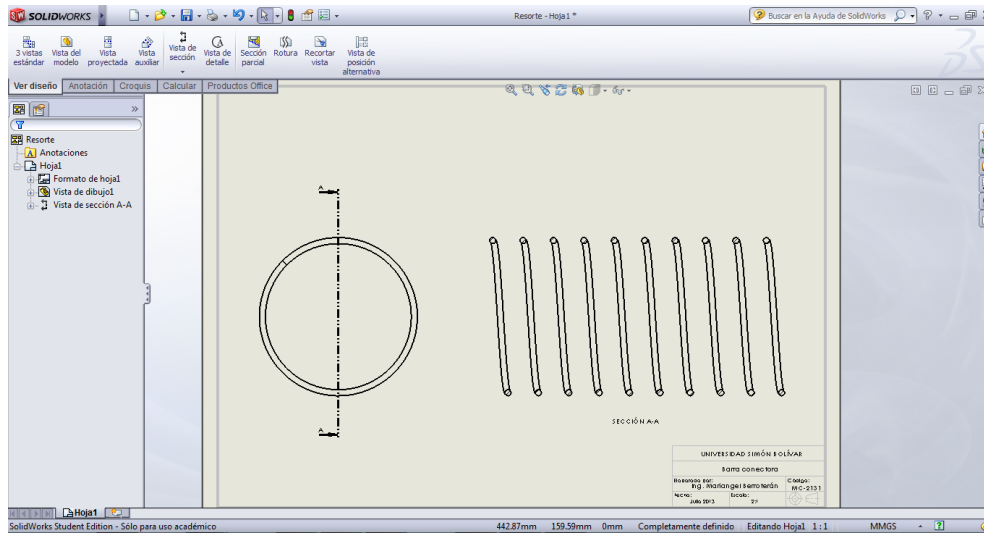

Figura 66. Plano preliminar del resorte.
- Cree un plano nuevo y genere una vista frontal y, a partir de ella, una vista de sección, tal como se muestra en la Figura 66.